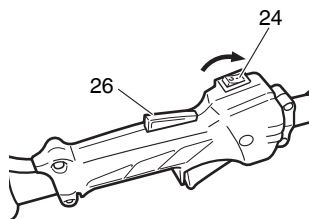

Fig. 21
1. Lleve la llave de ignición (24) a la posición ON (encendido). (Fig. 21, 22)